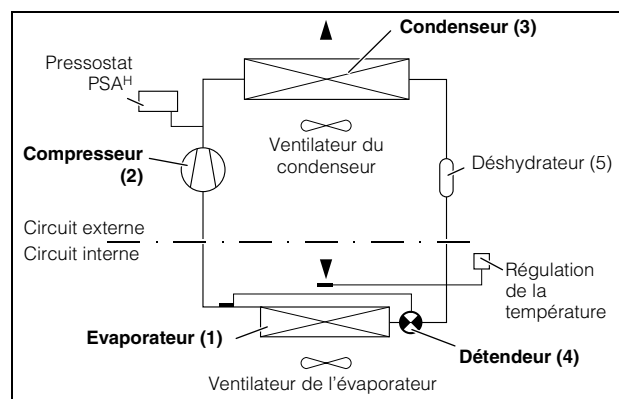

Fig. 2 : Circuit frigorifique
Le climatiseur (installation frigorifique à compression) se compose de quatre éléments principaux (voir fig. 2) : l'évaporateur (1), le compresseur (2), le condenseur (3) et le détendeur (4) – reliés entre eux par une tuyauterie adaptée. Le circuit ainsi constitué transporte un liquide à point d'ébullition bas, le fluide frigorigène. Le fluide utilisé : R134a (CH_2FCF_3) est exempt de chlore. Avec un potentiel de destruction d'ozone égal à zéro, il n'est pas polluant. Un déshydrateur (5) intégré au circuit frigorifique hermétiquement fermé protège les organes intérieurs du climatiseur contre l'action de l'humidité, des acides, des poussières et autres corps étrangers qui pourraient s'infiltrer dans le circuit.